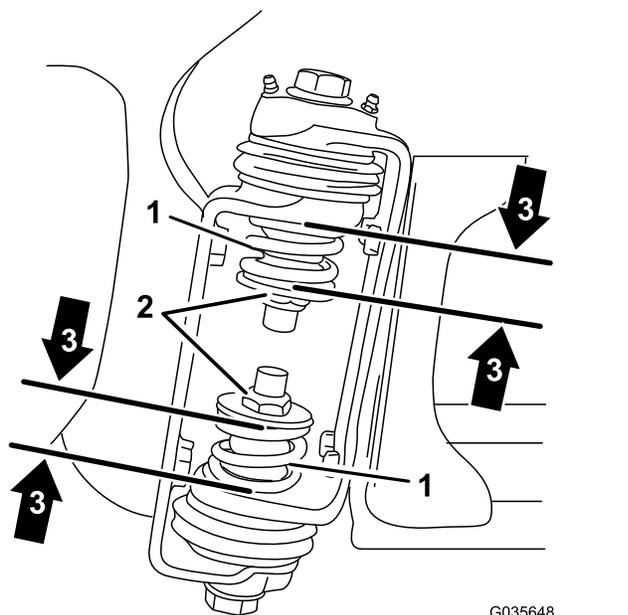

Figura 4
3. All'altezza della cerniera della barra, misurate la compressione delle molle superiori e inferiori mentre le barre sono prolungate (Figura 4).